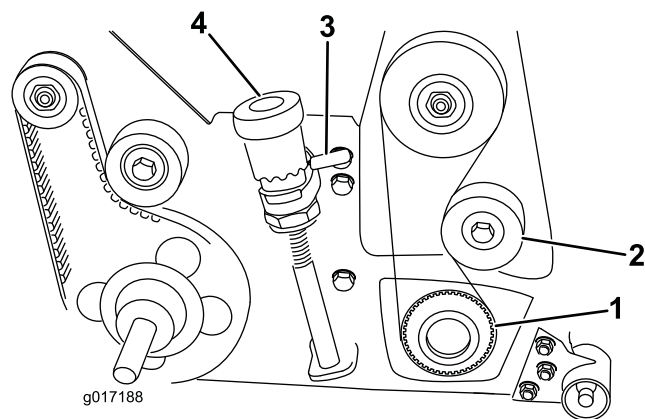

図 11
29. グルーマの組み立て状態を点検する。左右のクイックアップレバーを操作してグルーミングリールを移動走行位置にセットする (図 11)。問題があれば修正し、再点検を行う。
26. 1/2 インチのドライブラチェットとエクステンションを使って、駆動プーリをリールシャフトから取り外す (図 11)。リールが回転しないように角材などで固定する。プーリを 40-60 ft-lbs (54-81 N-m = 5.5-8.3 kg.m) にトルク締めする